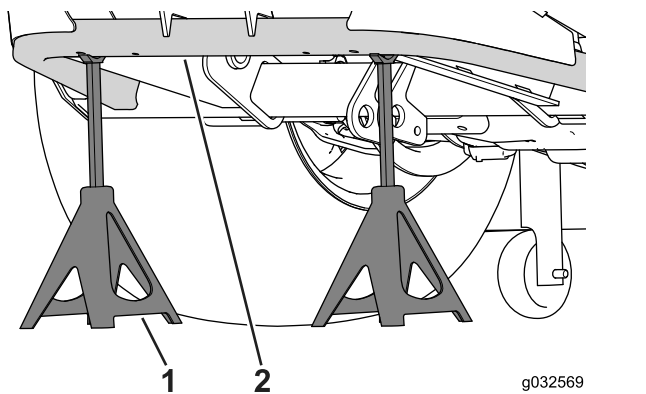

Рисунок 76
2. С помощью домкрата приподнимите задние колеса над землей и установите под раму подъемные опоры (Рисунок 76).